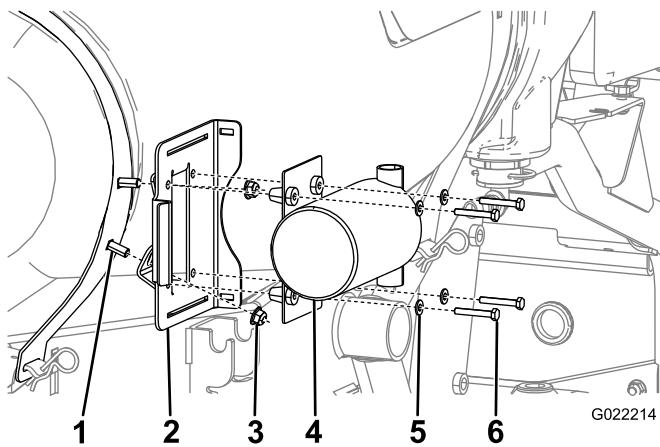

図 9
4. 先ほどとりつけたキャリッジボルトに、すすぎポンプ取り付けブラケットを取り付ける；フランジナット2個を使用する（図 9）。
6. ポンプをフレームに固定する；ボルト 4 本、小さいワッシャ 4 枚を使用する（図 9）。